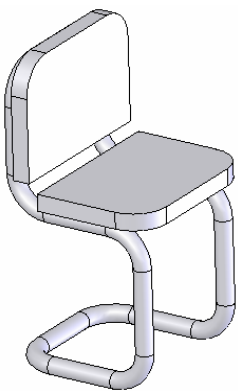

图 7-4 椅子
绘制如图 7-4 所示的椅子。
②③ 设置视图方向。单击“视图”工具栏中的“旋转视图”图标，将视图以合适的方向显示。
②④ 圆角实体。选择菜单栏中的“插入”→“特征”→“圆角”命令，或者单击“特征”工具栏中的“圆角”图标，此时系统弹出“圆角”对话框。在“半径”一栏中输入值为 20，然后依次选择椅垫外侧的两条竖直边，然后单击对话框中的“确定”图标。重复执行圆角命令，将椅背上面的两条直边圆角，半径也为 20。图 7-4 所示为圆角后的图形。